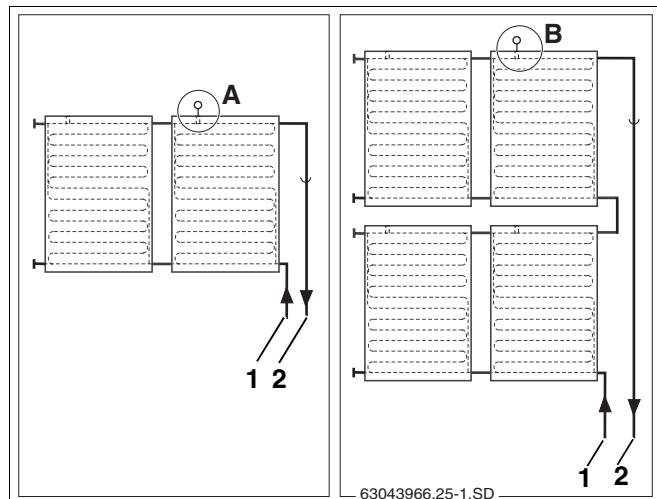

Рис. 31 Место установки датчика коллектора (схематическое изображение)
Обратите внимание на разные места установки при одно- и двухрядной коллекторной системе (рис. 31).
Датчик должен устанавливаться в коллектор, к которому подключена подающая линия (рис. 31, **поз. 2**).
- Место установки (рис. 31, **поз. А**) в однорядной системе коллекторов.
- Место установки (рис. 31, **поз. В**) в двухрядной системе коллекторов.